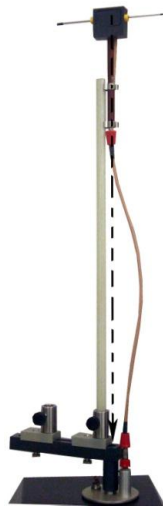

Figura 4.10 Montaje de la antena receptora
F. Utilicé el soporte deslizante para asegurarse de que la antena está alineada con el centro de rotación del orientador de la antena. (ver Figura 4.10).
G. Conecté la antena en la entrada RF, que se encuentra en la parte superior del orientador de antena, utilizando el cable tipo SMA más corto como se observa en la Figura 4.10.